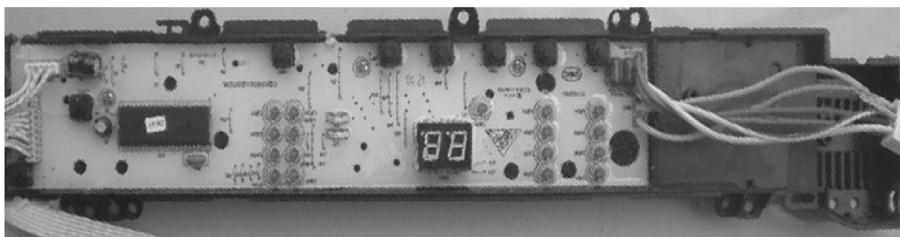

图 6-53 海尔 XQS50 - Z9288B 型双动力全自动洗衣机电脑板
**【附注】** 海尔 XQS50 - Z9288B 型双动力全自动洗衣机电脑板如图 6-53 所示。